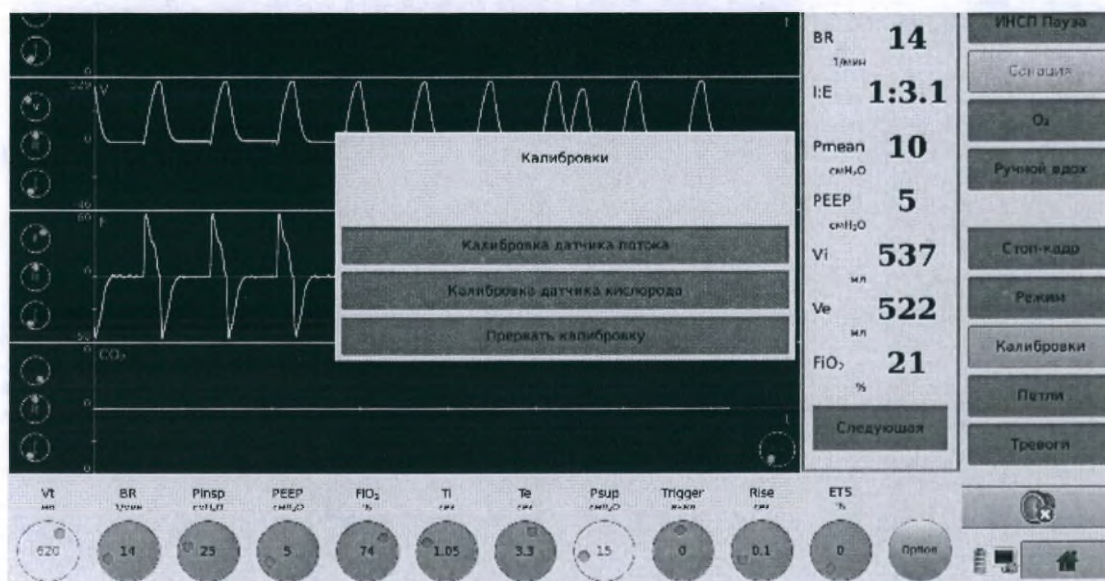

Рисунок 4-3. Меню калибровок
2. Нажмите кнопку "Калибровки" на экране аппарата и выберите пункт "Калибровка датчика потока" (рисунок 4-3).
3. Нажмите кнопку "Калибровки" на экране аппарата и выберите пункт "Калибровка датчика кислорода" (рисунок 4-3).